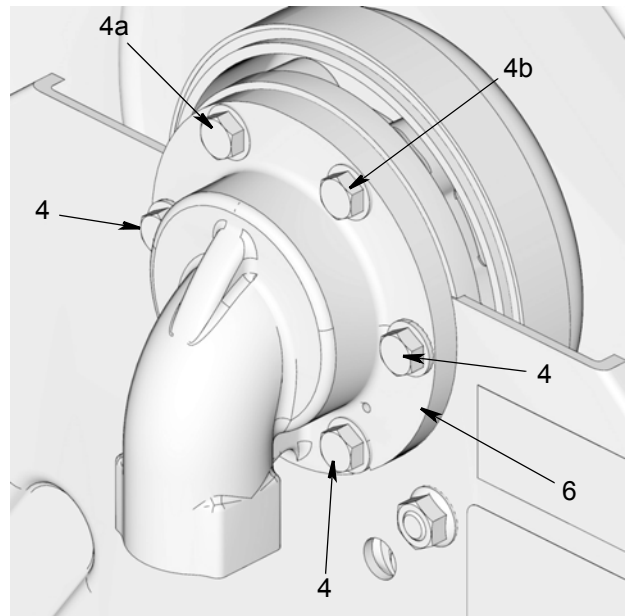

FIG. 3
Para los pasos siguientes, consulte FIG. 3.
5. Instale primero los 2 pernos superiores (4a y 4b) como se muestra en FIG. 3. Apriete los pernos lo suficiente para sostener todo en su lugar.
6. Luego instale los pernos restantes (4). Ajuste con la mano y luego apriete todos los pernos a 33,9 a 47,45 N.m (25 a 35 pulg.-lb).